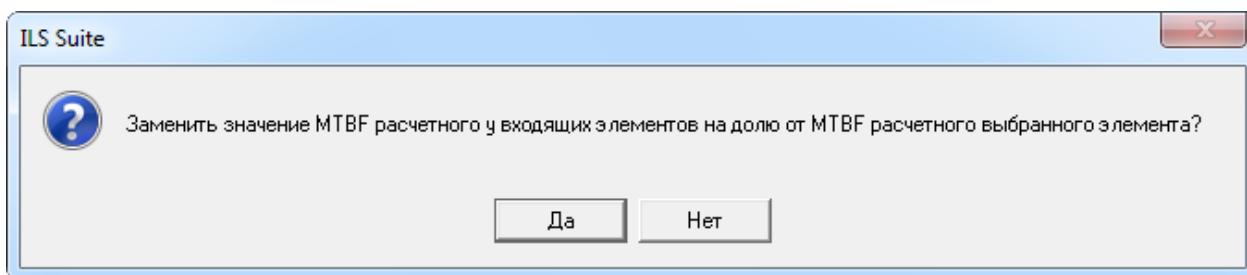

Рис. 11-15 – Диалоговое окно для подтверждения замены параметров надежности у дочерних компонентов
- 4) В открывшемся диалоговом окне нажать кнопку «Да» для подтверждения действия (рис. 11-15).